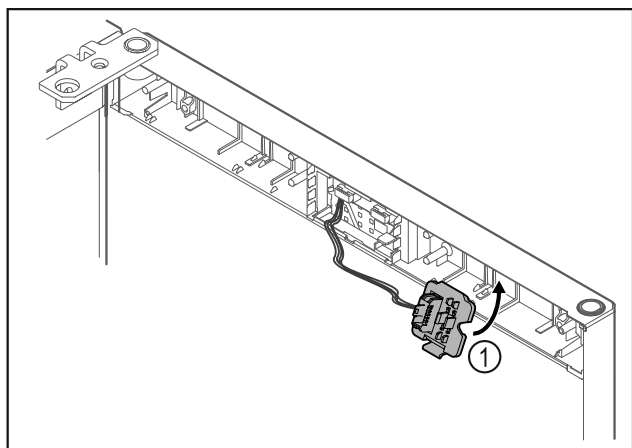

Fig. 15
- ▶ Nofiksējiet spraudņa turētāju Fig. 15 (1) pretējā pusē.